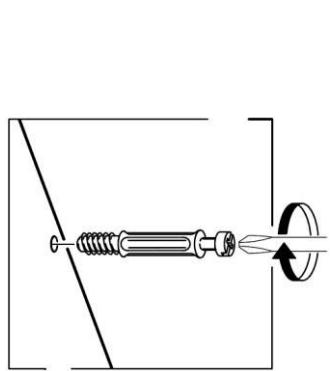

Рис. 1
1. В боковые стенки (1), (2), перегородку (6), (7), нижний щит (4), заднюю стенку (12), горизонтальный щит (5), (8), планки (10), (11), (15) в имеющиеся отверстия установить эксцентрики Rastex 15\16, таким образом, чтобы стрелка была повернута в сторону отверстия в торце.
2. В установленные муфты эксцентриковых стяжек на боковых стенках (1), (2), перегородке (6), крышке (3) ввернуть дюбели DU644, в соседние отверстия установить шканты (рис.1 и схема сборки).